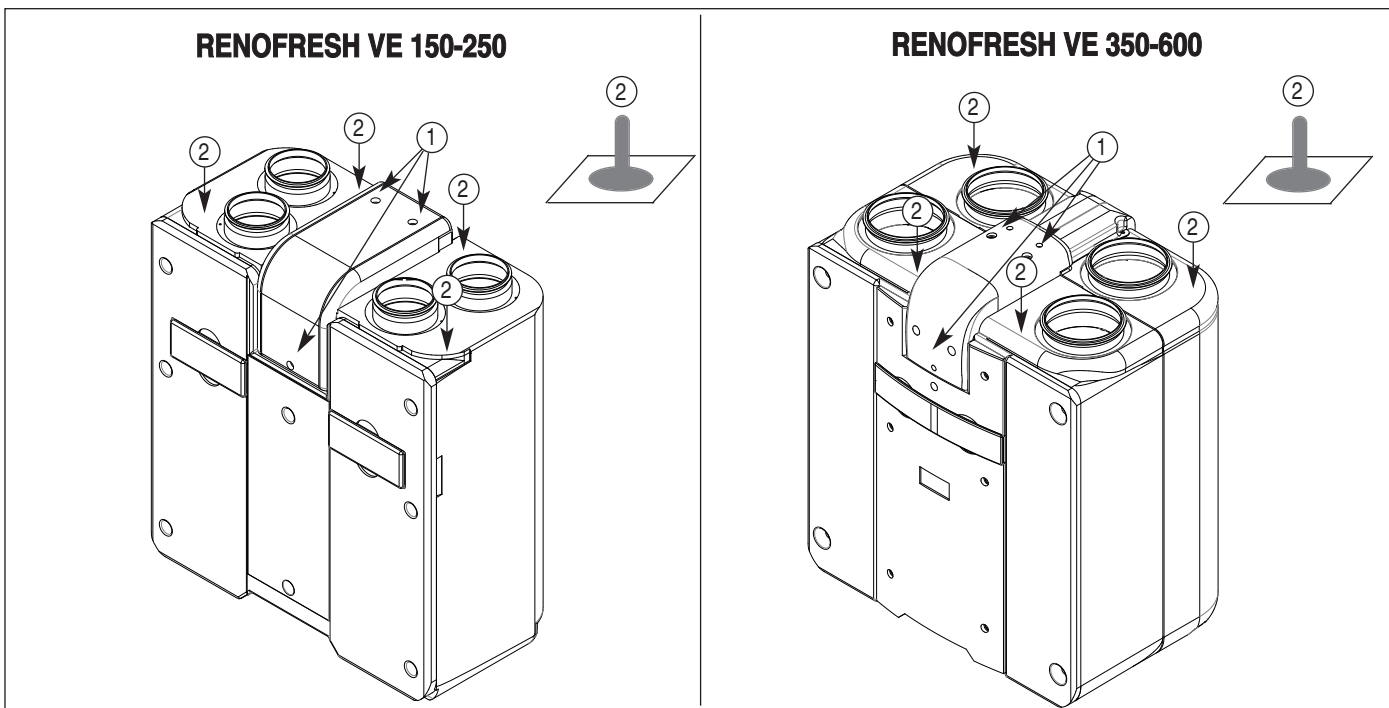

Fig. 16
- Scollegare l'alimentazione elettrica ed aprire il coperchio superiore rimuovendo le 3 viti con intaglio a croce (1 fig.16).
- Fissare la piastrina metallica in dotazione alla struttura della unità, mediante l'apposita vite autofilettante ad elica. I punti di fissaggio suggeriti sono indicati nella figura sottostante (2 fig.16).
- Switch off power supply and remove upper cover panel unscrewing three cross head screws (1 fig.16).
- Fix metal plate supplied with unit with its own plastic screw, position points are indicated in below picture (2 in fig. 16).